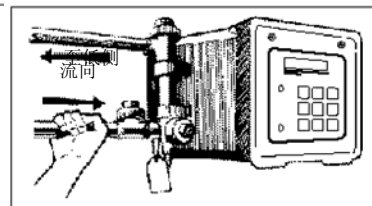

图 2
6. 水流方向应该是在流量装置中从下到上的方向（参见图 2）